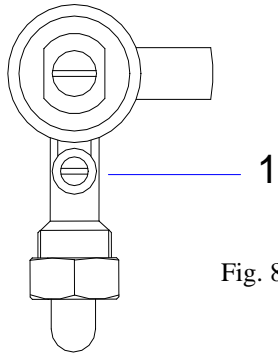

Fig. 8
- A travers l'orifice du cache de commandes introduisez un tourne-vis et tournez le vis 1 (Fig 8). dans le sens des aiguilles d'une montre pour réduire le minimum jusqu'à le maximum ou en sens contraire 1 tour pour G30/G31 et 2 tour pour augmenter le minimum.